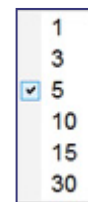

Figure 77. Menu taille d'incrément angulaire global.
- ① **Taille d'incrément angulaire global (Figure 77).**